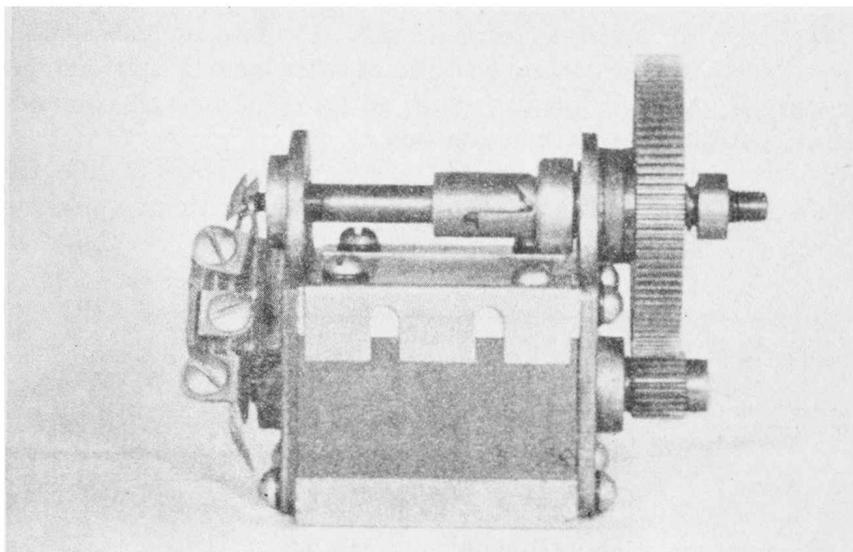

Fig. 21 - Generatore GN-38-B-I.
b. *Generatore (fig. 21).* — Il generatore GN-38-B-I ha due magneti stazionari e due espansioni polari montate alternativamente attorno ad un indotto.